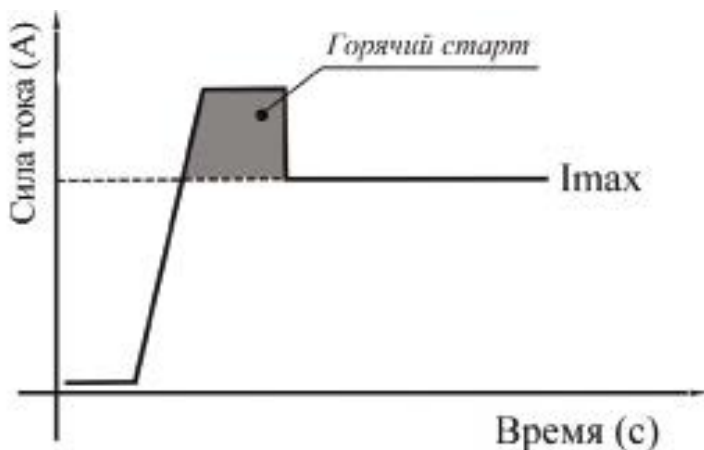

Рис. 6.6. Горячий старт.
**Горячий старт** для обеспечения лучшего поджига дуги в начале сварки. Инвертор автоматически повышает сварочный ток. Это позволяет значительно облегчить начало сварочного процесса (см. рис. 6.6).